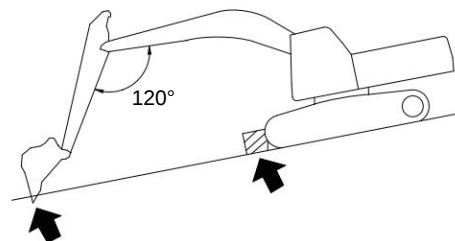

Figura 4-51
4. Se for necessário estacionar a máquina num declive, por favor coloque algumas almofadas sob a esteira e em seguida faça a caçamba cravar no solo para evitar que a máquina se mova, conforme Figura 4-51;